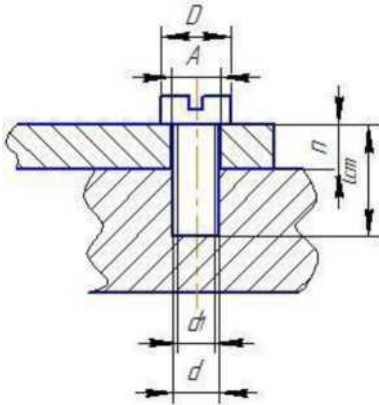

Рисунок 5 - Упрощенное соединение винтом ГОСТ 1491-80
- Стандартная длина и остальные размеры подбираются по справочнику (смотри рисунок 5).